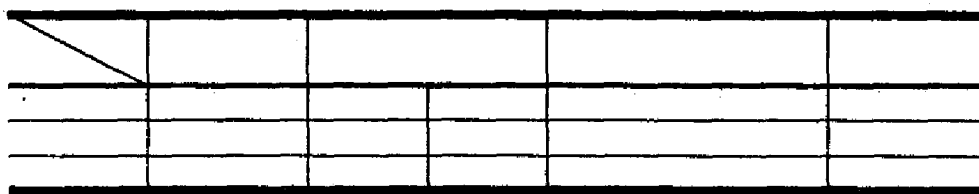

Рис.2.. Образец таблиц
2. Нарисуем первую горизонтальную линию нашей таблицы (Рис.2.). На панели инструментов выберите инструмент "Перпендикуляр". Курсор мыши принял вид крестика (+). Совместите "крестик" с пересечением красной и синей линиями в левом верхнем углу вашего листа. Нажмите левую кнопку мыши и, не отпуская ее, протяните курсор вдоль верхней красной линии до правой синей линии. Отпустите кнопку мыши. На экране появилась прямая линия, выделенная с двух концов маркерами.
8. Выделите одну линию и выберите для нее стиль линии. Для этого в списке Элемент => Линия подберите соответствующий стиль (см. рис. 2). Прodelайте это с каждой линией.
9. Перемещая инструментом "стрелка" линии, постройте таблицу по образцу (Рис.2).